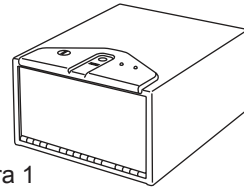

Figura 1
**NOTA sobre el bloqueo del SEGURO:** Las necesidades de seguro para estar en una posición vertical, como se muestra en la figura 1, para el mecanismo de bloqueo para funcionar correctamente. El no montar la caja en posición vertical correct pondrá en peligro la seguridad de la caja fuerte.